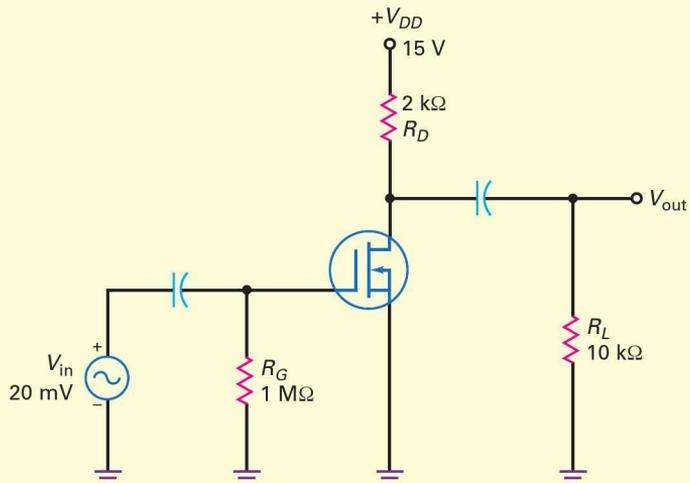

Figure 12.6
L'amplificateur à transistor D-MOSFET de la figure 12.6 présente les valeurs $V_{GS(\text{off})} = -2 \text{ V}$, $I_{DSS} = 4 \text{ mA}$ et $g_{mo} = 2\,000 \mu\text{S}$. Quelle est la valeur de la tension de sortie du circuit ?
12.2 Avez-vous compris ? Sur le circuit de la figure 12.6 si la valeur de la transconductance est $g_m = 3\,000 \mu\text{S}$, quelle est la valeur de la tension de sortie ?